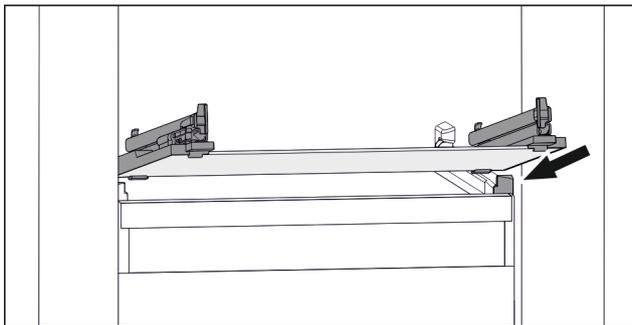

Fig. 66 Beispielhafte Darstellung der Glasplatte
- Glasplatte schräg hinter den Stopperr aufsetzen. (siehe Fig. 66)